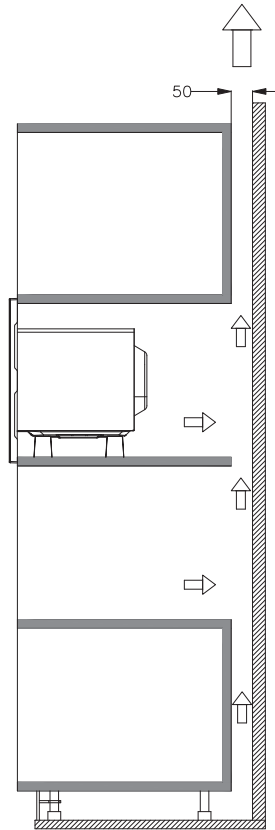

Fig. 4
d) Utilize os parafusos da embalagem de peças para fixar o forno micro-ondas no armário. (Fig. 4)